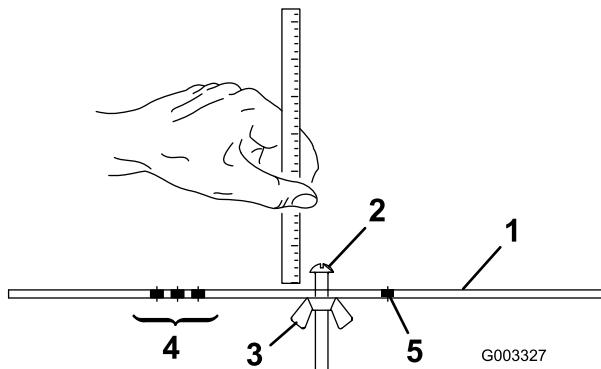

Figura 20
- Afloje la tuerca de la barra de ajuste (Figura 20) y ajuste el tornillo para la altura de corte deseada.